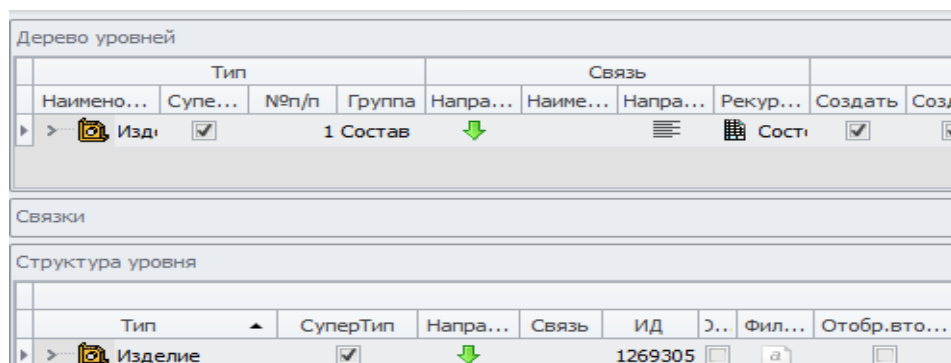

Рисунок 276: Окно "Дерево уровней" и окно "Структура уровня" после добавления уровня **Изделие**
- в окне «**Дерево уровней**» появится уровень **Изделие** (рис. 276);
- в окне «**Структура уровня**» появится уровень **Изделие** (рис. 276).